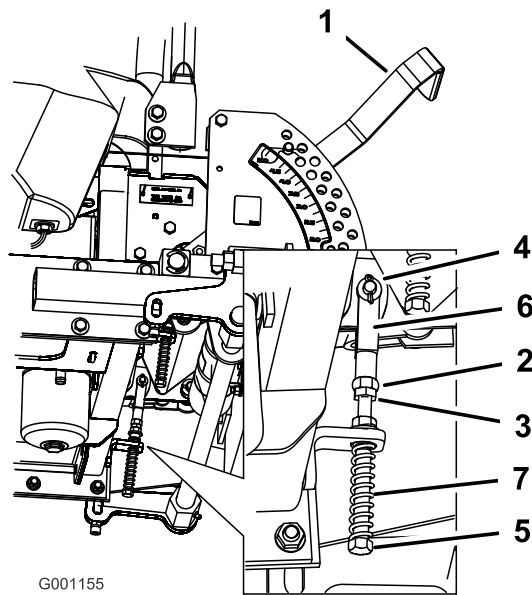

Bild 77
8. Sollte eine Einstellung erforderlich sein, lockern Sie die Mutter und die Klemmmutter gegen das Joch (Bild 77).
entsprechende Richtung, bis der Schalthebel in der arretierten Neutral-Stellung zentriert ist (Bild 77).
10. Ziehen Sie die Mutter und die Klemmmutter an (Bild 77).